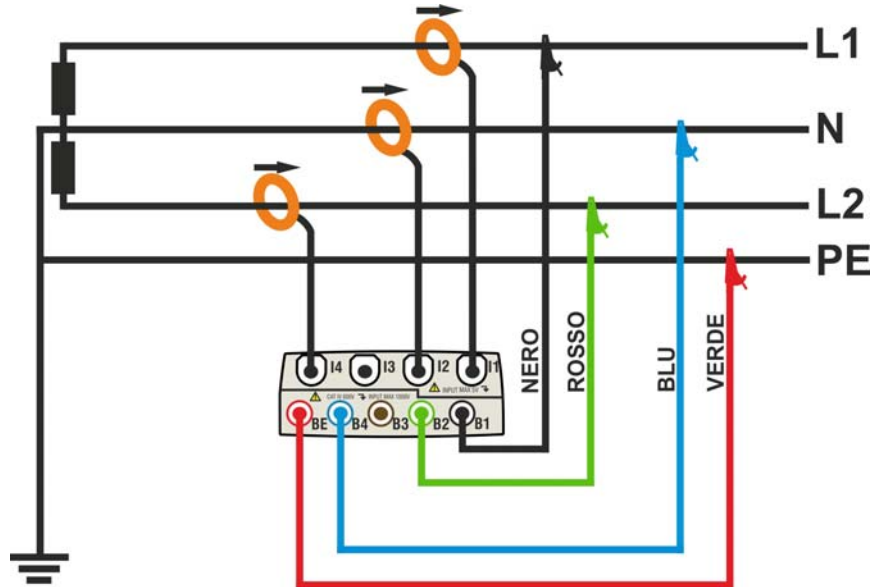

Fig. 180: Collegamento dello strumento in un sistema Bifase 3-fili 1F PC
2. Collegare i cavi di misura della tensione sui conduttori di Fase L1, L2, N e PE rispettando i colori come mostrato in Fig. 180
3. Collegare le pinze di corrente sui conduttori di Fase L1, L2 e Neutro N come mostrato nella Fig. 180 **rispettando il verso della freccia** presente sulla pinze stesse che indica la direzione convenzionale della corrente da generatore a carico. **Verificare sempre, (selezionando preliminarmente il sistema 3-fili) nelle videate della sezione Visualizzazione Misure, che le Potenze Attive P1, P2 siano sempre positive e che i fattori di potenza Pf1, Pf2 siano corrispondenti ad un carico, normalmente induttivo**, prima di attivare una registrazione. In caso di valori negativi della potenze attive ruotare le pinza di 180° sui conduttori interessati.